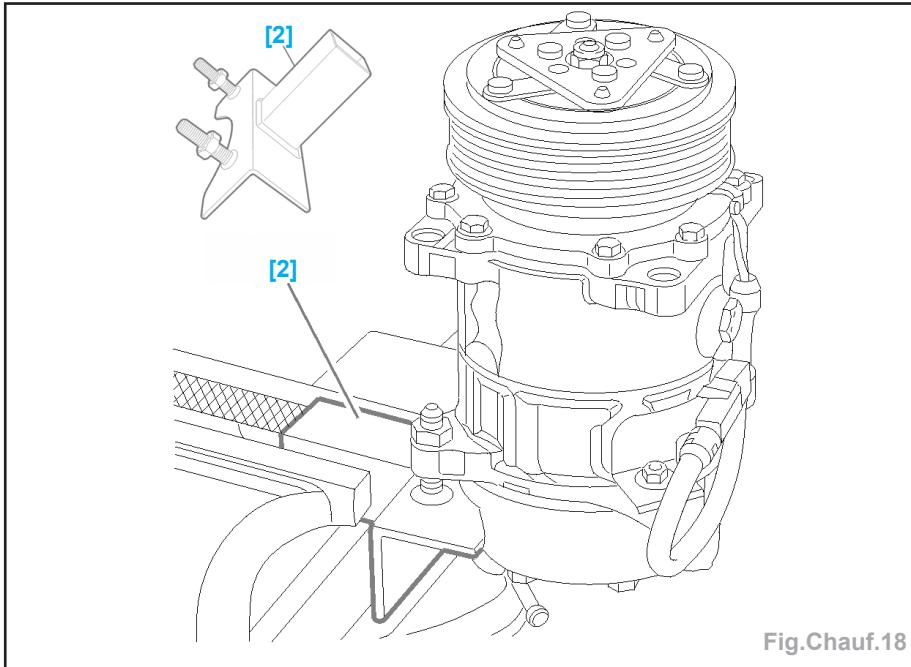

Fig.Chauf.18
- monter le compresseur sur l'outil [2] (Fig.Chauf.18),